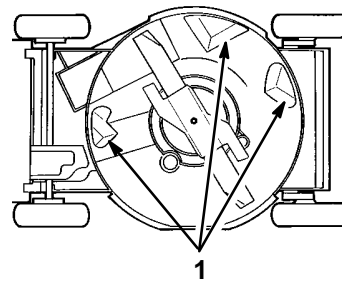

Figure 28
Pour préserver un fonctionnement optimal, le dessous du carter de tondeuse doit rester propre. Veiller particulièrement à ce que les plaques de déflection ne soient pas couvertes de débris (Fig. 28).
3. Basculer la tondeuse sur le côté gauche (Fig. 28).